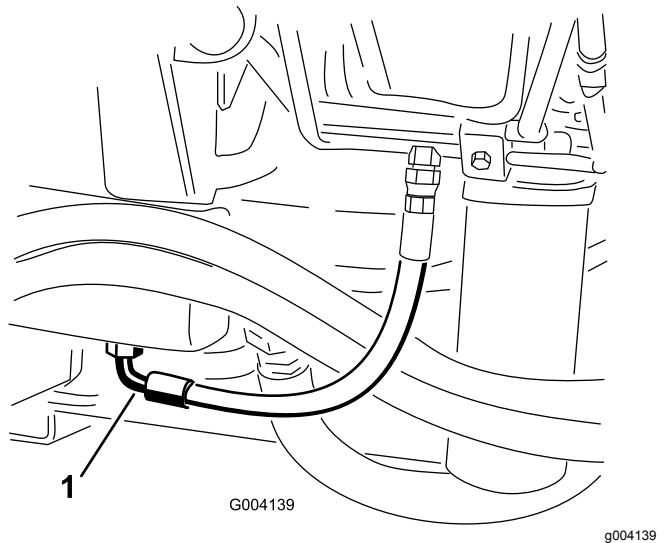

Figure 89
2. Placez un grand bac de vidange sous le raccord monté au bas du réservoir de liquide hydraulique (Figure 89).